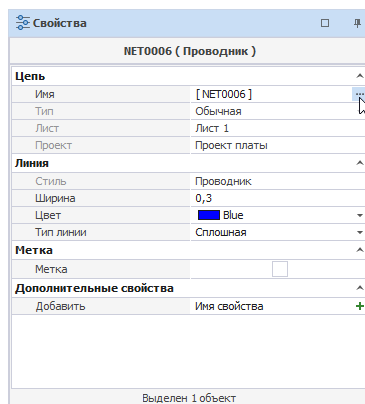

Рис. 105 Переход к переименованию цепи
- Из панели «Свойства» → раздел «Цепь» → пункт «Имя» → значок , см. Рис. 105.